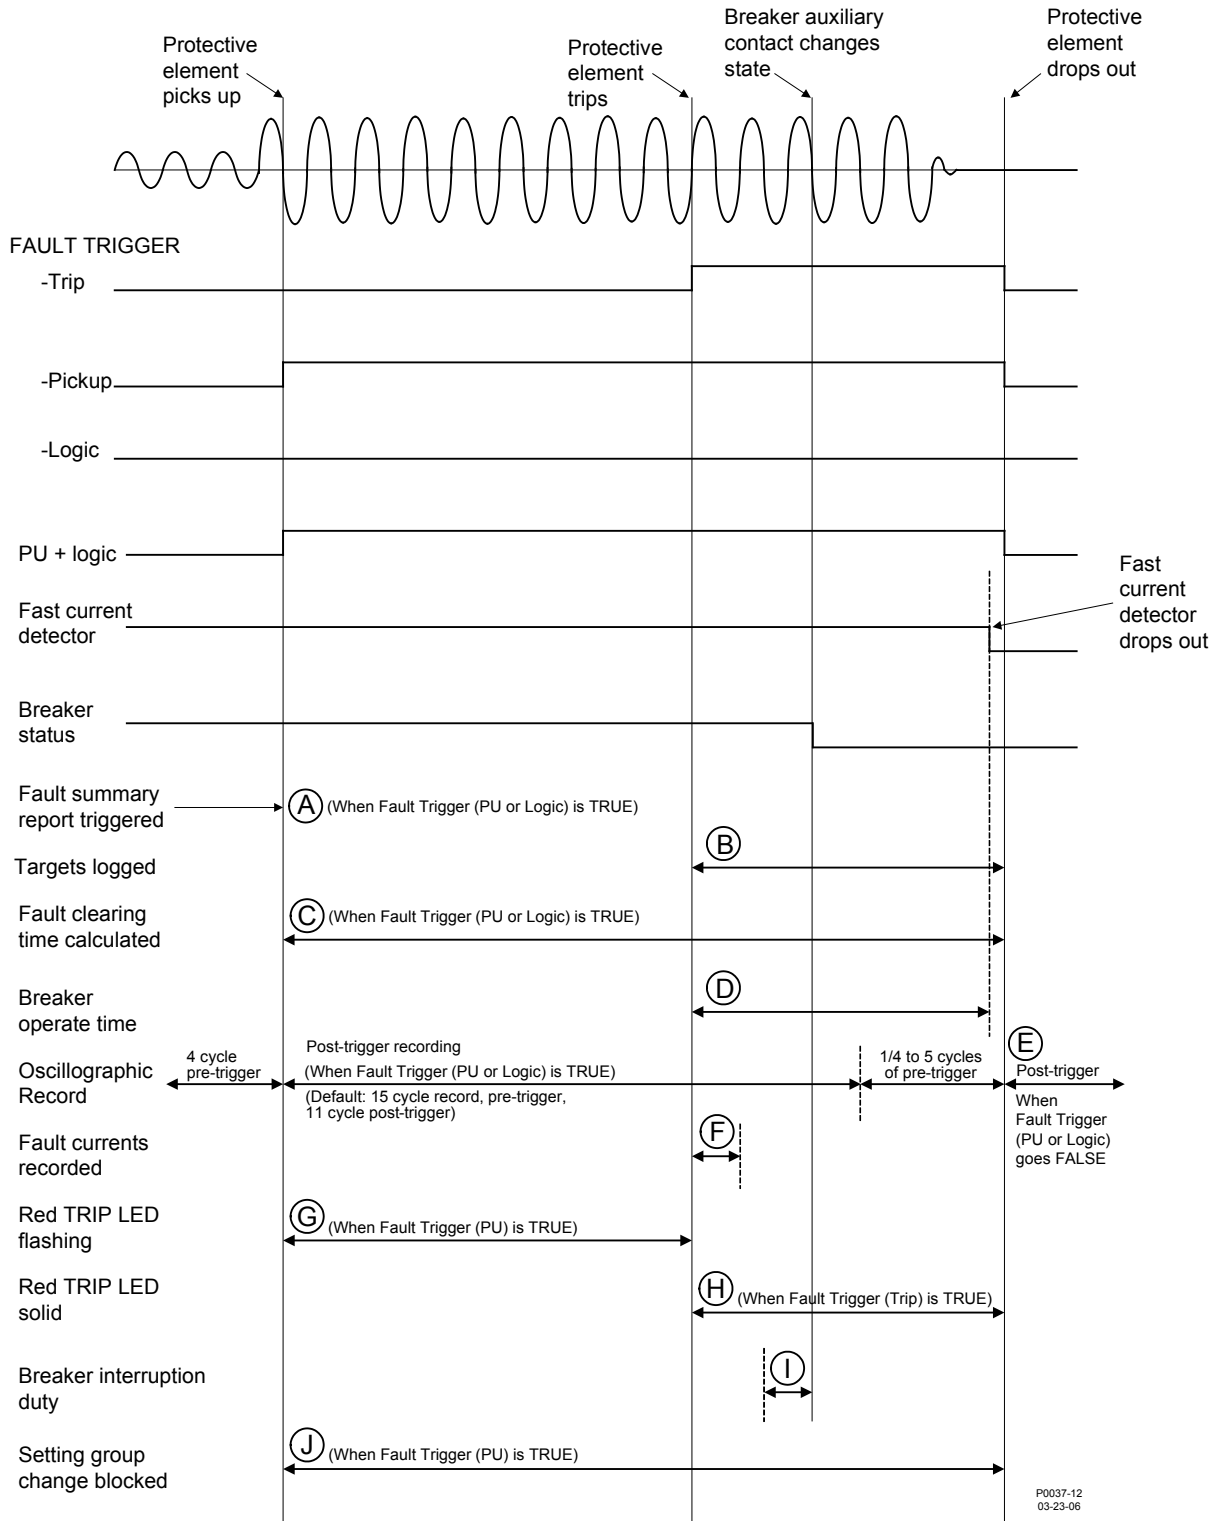

Figura 37-3. Análisis de falla de protección
Cuando se abre el disyuntor, el monitor de tareas del disyuntor acumula la corriente interrumpida en cada polo del disyuntor de circuito. La apertura del disyuntor está definida por la función de monitoreo de estado del disyuntor (Estado del disyuntor). La Figura 37-3 ilustra el estado del disyuntor durante una falla y un disparo de protección. La
Tabla 37-2 sirve como leyenda para los rótulos de la Figura 37-3.
**Tabla 37-2. Leyenda para Figura 37-3**